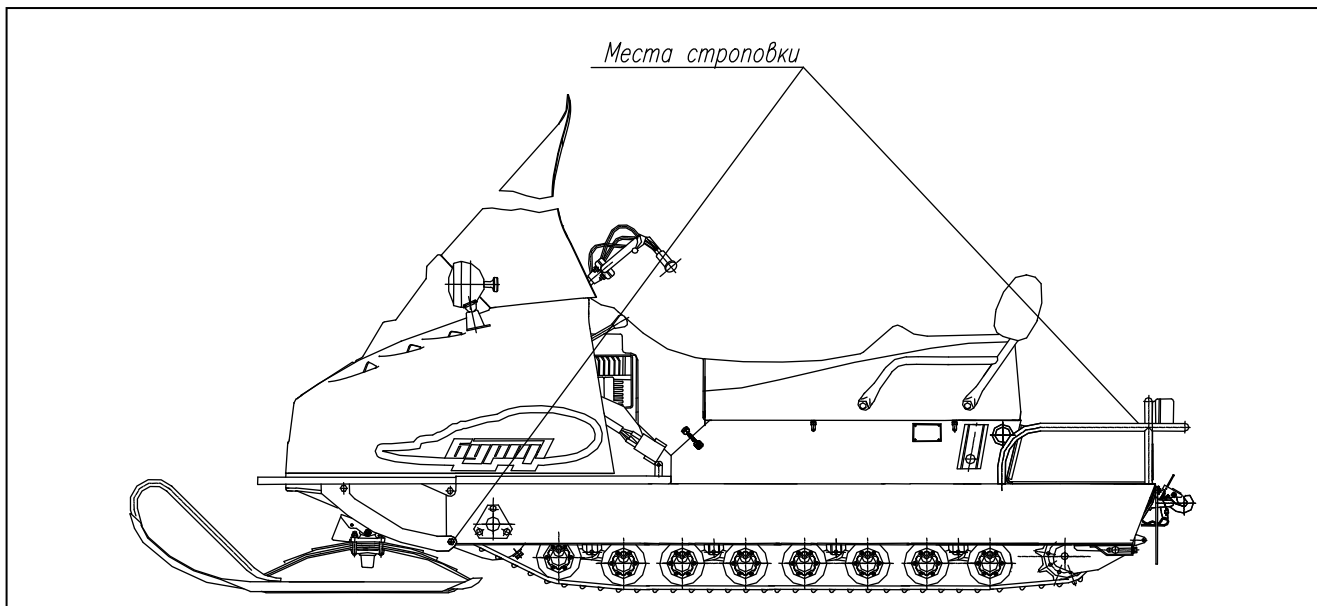

Рисунок 22 – Схема строповки снегохода БУРАН АД, АДЕ
- снегоход БУРАН АД, АДЕ – за нижние передние уголки рамы и ограждение багажника (рисунок 22).